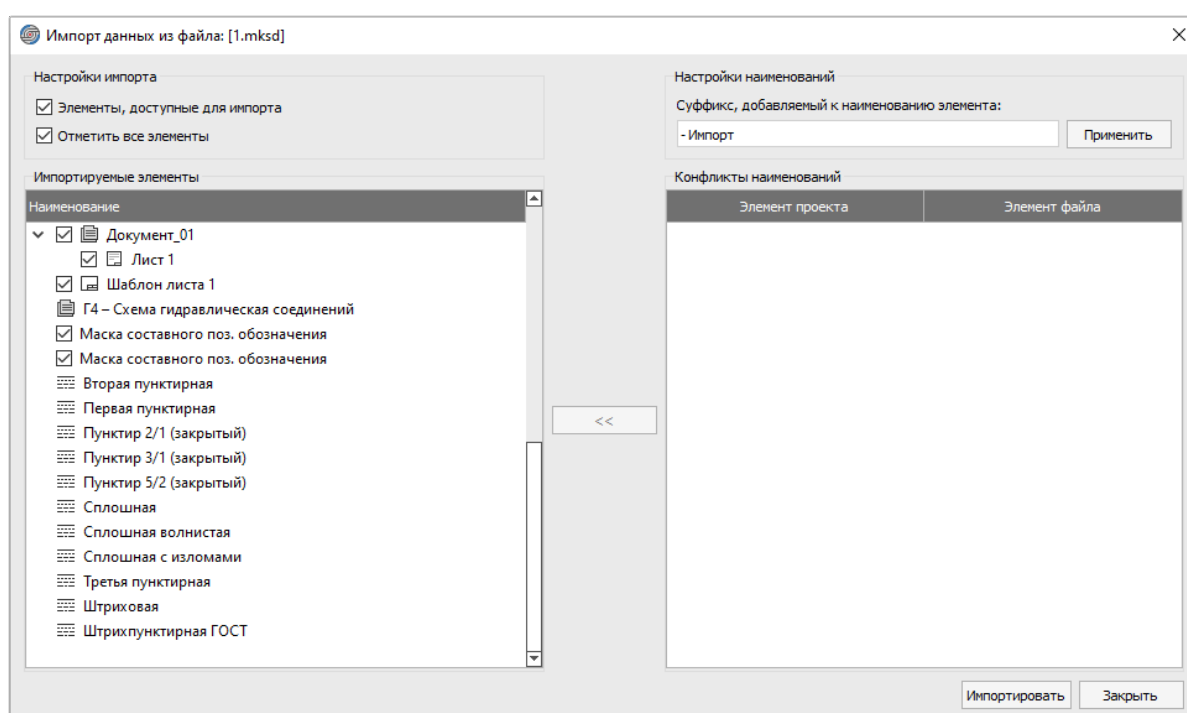

Рисунок 183. Диалоговое окно «Импорт данных из файла»
3) В окне «Импорт данных из файла» (см. рисунок 183) в области «Импортируемые элементы» необходимо выбрать элементы для импорта и нажать «Импортировать».